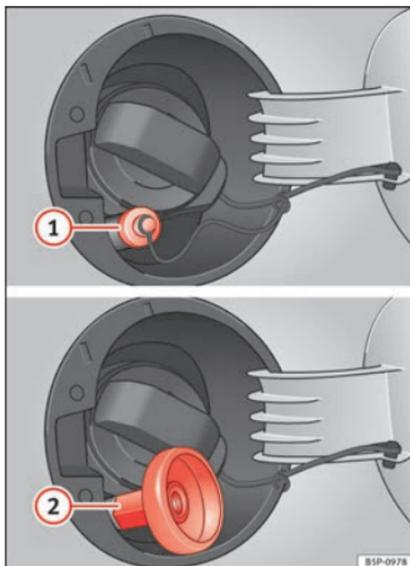

Fig. 140 Sportellino del serbatoio con bocchettone di rifornimento del GPL e adattatore.
- Togliere il tappo del bocchettone di rifornimento del gas » » » fig. 140 ①.
- Avvitare l'adattatore corrispondente ② al bocchettone di rifornimento del GPL.